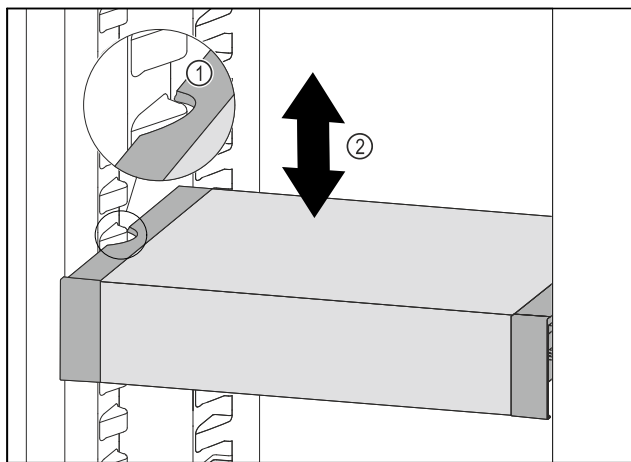

Fig. 133
- ▶ Táhněte VarioSafe dopředu, dokud nebudou boční vybrání VarioSafe na úrovni žebrování na nádoby v chladničce. Fig. 133 (1)
- ▶ Posouvejte VarioSafe v chladničce nahoru nebo dolů, dokud nedosáhnete požadované výšky. Fig. 133 (2)